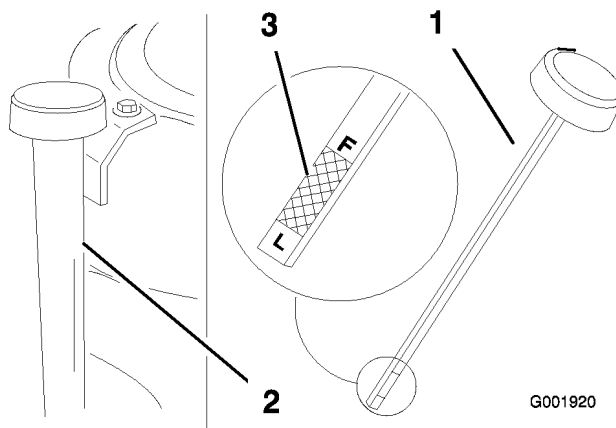

Figure 32
4. Nettoyez la surface autour de la jauge d'huile (Figure 32) pour éviter que des impuretés ne s'introduisent dans le goulot de remplissage, ce qui risquerait d'endommager le moteur.
5. Retirez la jauge d'huile et essuyez soigneusement son extrémité (Figure 32).
6. Remettez la jauge au fond du tube de remplissage, mais sans la visser (Figure 32).
9. Versez avec précaution environ 80% de la quantité d'huile spécifiée dans le goulot de remplissage (Figure 32)